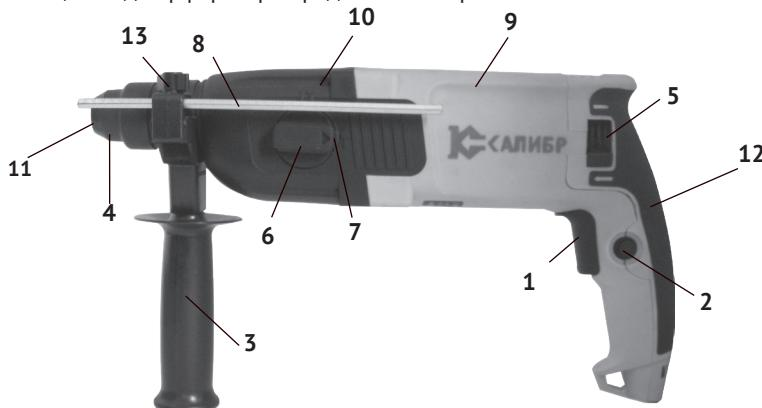

рис.1
1.3 Перфоратор состоит из горизонтально расположенного коллекторного двигателя в пластиковом корпусе (рис.1 поз.9), выполненном заодно с рукояткой. В крышке корпуса (рис.1 поз.12) расположен щёткодержатель в сборе. Рычагом переключателя реверса (рис.1 поз.5), меняя расположение щёток, направление вращение якоря меняется на противоположное. К корпусу двигателя крепится корпус редуктора (рис.1 поз.10), в котором расположен механизм, передающий вращательное и возвратно-поступательное движение на рабочий инструмент. Крутящий момент с якоря электродвигателя через шестерни, передаётся на ствол с патроном SDS – plus (рис.1 поз.4), расположенный соосно с двигателем. Тип ударного механизма перфоратора - электропневматический. Эксцентриковый подшипник преобразует вращательное движение якоря в возвратно-поступательное движение поршня. С поршня ударник
передаёт энергию удара на ствол с патроном SDS – plus. На корпусе редуктора слева расположен переключатель режимов (рис.1 поз.6) с фиксатором (рис.1 поз.7) в трёх режимах: «сверление» /«сверление с ударом» / «удар». Кроме того, знаком ▼ отмечено положение (без фиксации) разблокировки патрона для изменения положения рабочего инструмента в режиме долбления.
В зависимости от вида выполняемой работы, в патрон SDS – plus вставляется необходимая насадка (пика, долото, сверло) с соответствующим хвостовиком, или переходник SDS-plus/сверлильный патрон для установки сверлильного патрона, если необходимо работать в режиме «сверление». Дополнительная рукоятка (рис.1 поз.3) хомутом крепится на корпусе редуктора (рис.1 поз.10). Фиксируется рукоятка, закручиванием по часовой стрелке, в любом положении (от 0° до 360°), что удобно пользователю, как «правше», так и «левше».
В отверстие левой части суппорта рукоятки вставляется, при необходимости, стержень-ограничитель глубины сверления (рис.1 поз.8). Он фиксируется в выбранном положении винтом-барашком (рис.1 поз.13).
1.4 Клавиша выключателя (рис.1 поз.1) расположена в передней части рукоятки. Включение/отключение инструмента осуществляется нажатием на клавишу выключателя. Силой, приложенной к клавише, регулируется число оборотов и частота ударов перфоратора. Нажатием кнопки (рис.1 поз.2), клавиша фиксируется в рабочем положении с максимальным числом оборотов (максимальной частотой ударов). При повторном нажатии на клавишу, она и кнопка фиксации (со щелчком), возвращаются в исходное положение – выключено.
Общий вид перфоратора представлен на рис. 1
При замене рабочих насадок следите за тем, чтобы колпачок (рис.1 поз.11), защищающий патрон от попадания пыли, не был повреждён.
- ослабив винт-барашек (рис.1 поз.13), освободить отверстие в суппорте рукоятки для установки стержня (рис.1 поз.8);
- вставить стержень фиксации глубины сверления (рис.1 поз.8) в отверстие;
- фиксация клавиши в рабочем положении осуществляется нажатием на кнопку (рис.1 поз.2);
Нажав кнопку (рис.1 поз.7) в верхней части рукоятки (рис.1 поз.6), начните поворот к режиму с нужным условным знаком, приведённым ниже. Отпустите кнопку фиксатора. При достижении выбранного положения, рукоятка зафиксируется, а кнопка фиксации (со щелчком) вернётся в исходное положение.
- при работе в режиме сверление без удара, переключатель (рис.1 поз.6) установить в положении «сверло». При этом режиме перфоратор может работать с патроном SDS – plus, но, как правило, устанавливается ключевой патрон;
- при работе в режиме сверление с ударом, переключатель (рис.1 поз.6) в положении «сверло с молотком»;
- при работе в режиме долбление, переключатель (рис.1 поз.6) в положении «молоток». Знаком ▼ отмечено положение (без фиксации рукоятки переключателя) разблокировки привода патрона при работе в режиме долбления, для изменения угла рабочего инструмента (долота, штробы).
В верхней части крышки двигателя (с обеих сторон) расположены рычаг переключения реверса (рис.1 поз.5). На крышке стрелками указано направление вращения. Реверс используется при заклинивании рабочего инструмента и при вывинчивании винтов или шурупов.
3.2 Для замены щёток необходимо открутив винты, снять крышку корпуса (рис.1 поз.12). Извлечь использованные щётки из щёткодержателя и заменить их новыми. Прикрутить на место крышку корпуса. Опробовать работу перфоратора кратковременным включением на холостом ходу, для приработки щёток. Щётки следует заменять парой для обеспечения равной степени их давления на коллектор якоря.